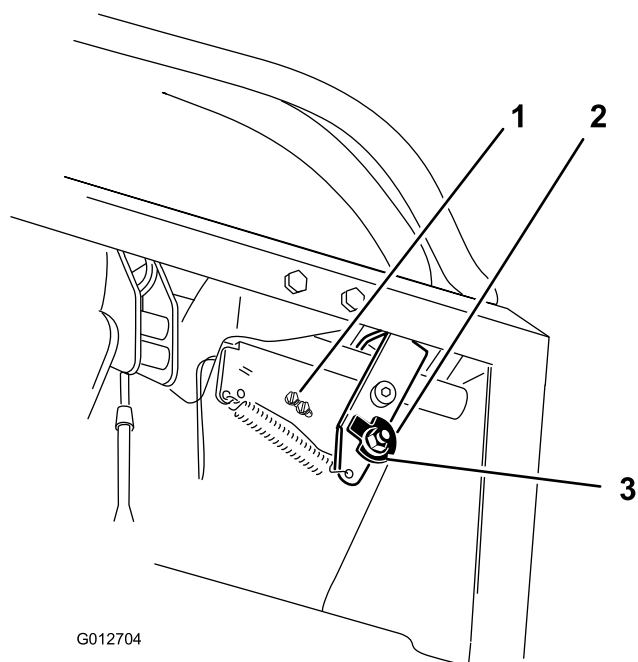
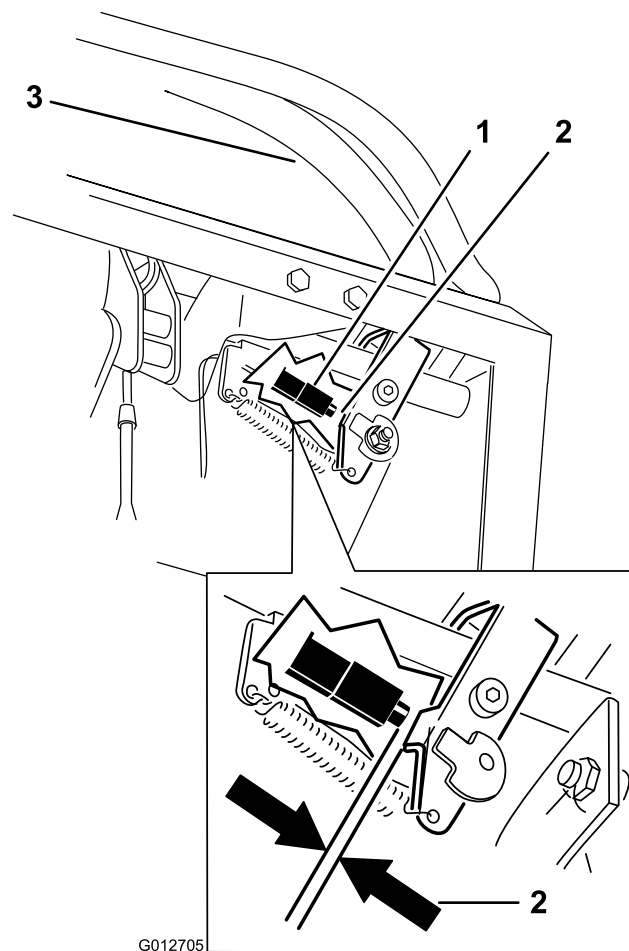

Figure 70
Figure 71
7. Desserrez l'écrou de fixation de la came (Figure 70).
- Vérifiez l'écartement entre le levier de commande et le contacteur comme illustré à la Figure 71. L'écartement doit être de 3 mm lorsque le levier de commande de déplacement droit est au point mort, en position déverrouillée.
- Au besoin, desserrez les vis de fixation du contacteur et réglez le contacteur (Figure 70 et Figure 71).